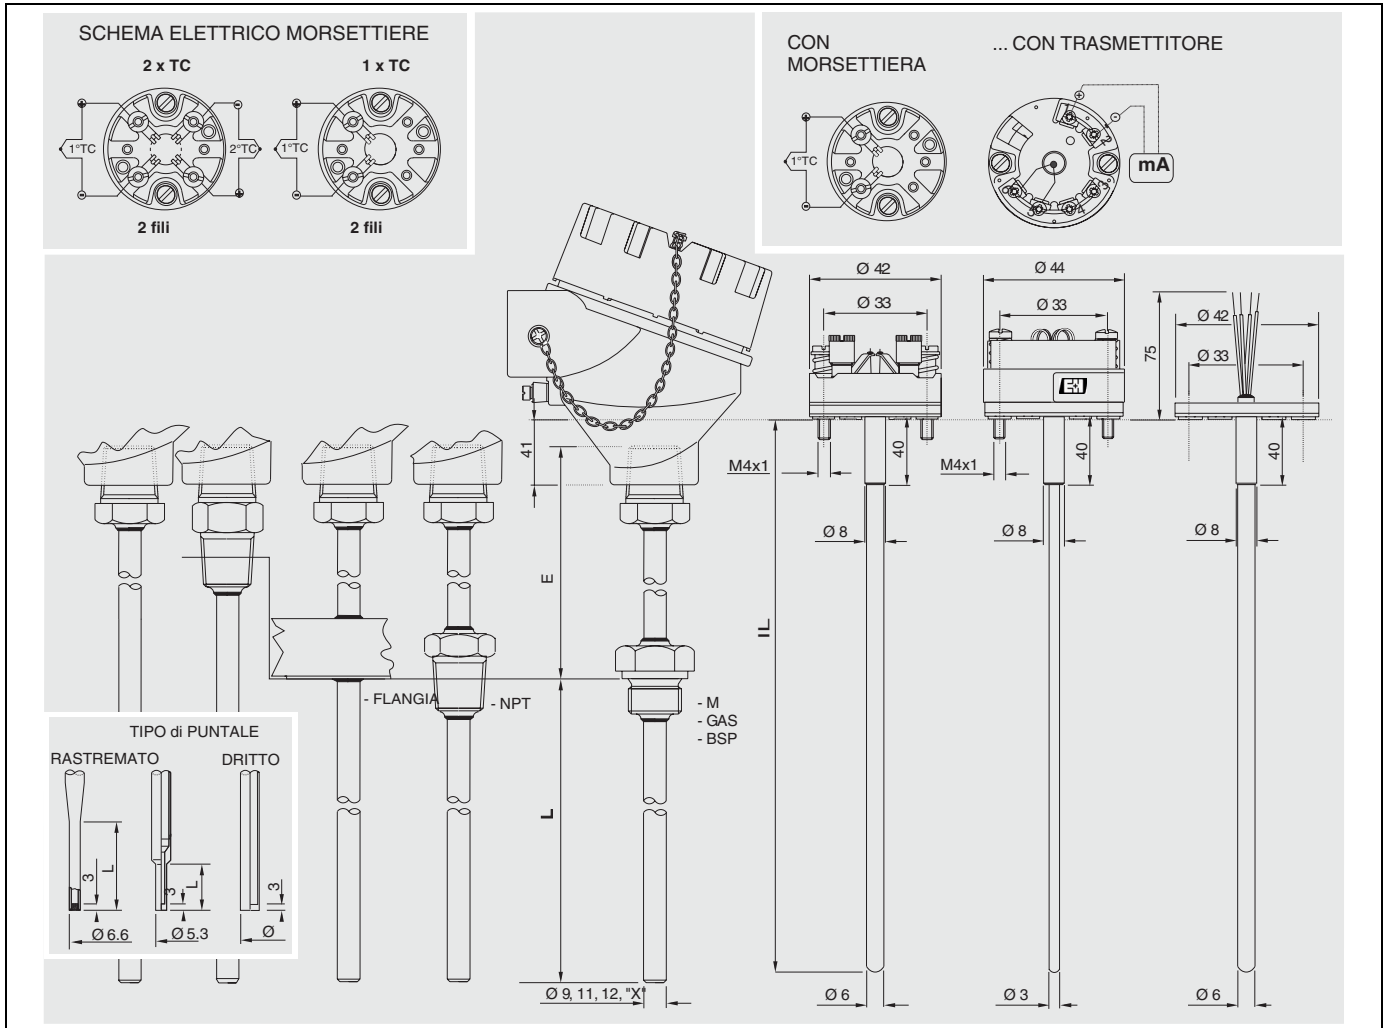

Fig. 6: Componenti funzionali, schemi elettrici standard (morsettiere in ceramica), Puntale all'estremità della sonda
Nel TC61 la sonda di misura è realizzata con un minerale isolato (MgO) posizionato all'interno del pozzetto. Il cavo in MgO utilizzato è conforme alla norma DIN EN 61515 (IEC 1515) o ASME E585, a seconda della versione richiesta. La lunghezza dell'inserto è disponibile nelle versioni standard previste dalla norma DIN 43772 e nelle versioni più comuni, ma può anche essere personalizzata dal cliente nell'ambito di un certo intervallo di valori (vedere la "Struttura di vendita" nella sezione conclusiva del presente documento). Per la sostituzione, la lunghezza dell'inserto (IL) deve essere scelta in base alla lunghezza di immersione (L) del pozzetto (vedere fig. 6). Per l'acquisto di parti di ricambio, fare riferimento alla tabella seguente. Per quanto riguarda il pozzetto, la rugosità (Ra) nella parte bagnata è pari a 0,8 mm, mentre i vari tipi di puntali (ridotti o rastremati) sono illustrati in fig. 6;